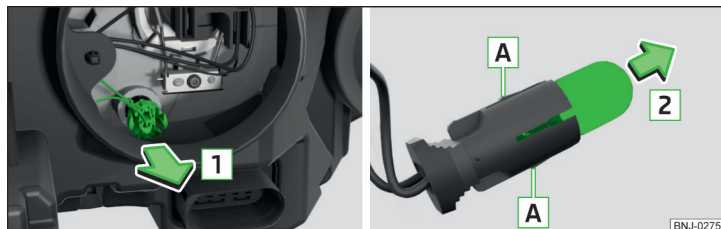

Fig. 300 Cambiar la bombilla de la luz de población
- Extraer el portalámparas con la bombilla con movimientos de vaivén en el sentido de la flecha **1** » fig. 300.